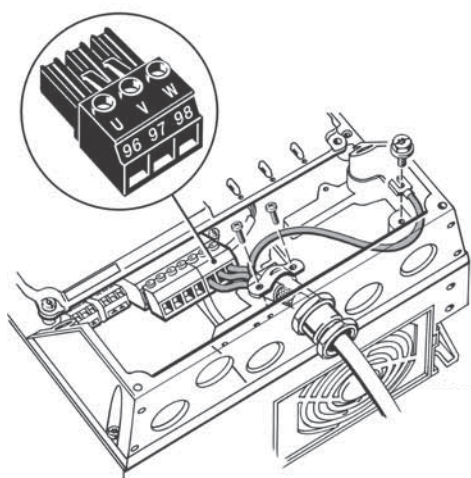

Fig. 13 Branchement moteur, A5
1. Brancher le conducteur de mise à terre à la borne 99 (PE). Voir fig. 13.
2. Brancher les conducteurs moteur aux bornes 96 (U), 97 (V), 98 (W) de la fiche moteur.